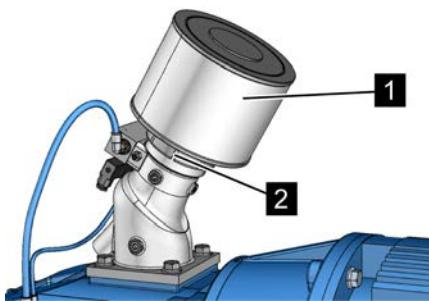

Рис. 45: Отсоединение хомутика приемного фильтра
4. Отсоедините хомутик приемного фильтра (Рис. 45/2).
5. Извлеките старый приемный фильтр (Рис. 45/1).
6. Установите новый приемный фильтр (Рис. 45/1).
(Рис. 45/2). *Приложение В «Моменты затяжки винтов» на странице 126*